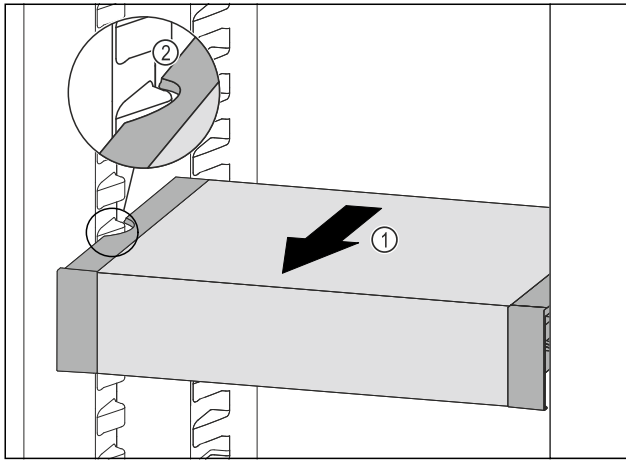

Fig. 128
- ▶ VarioSafe naar voren trekken Fig. 128 (1), tot de uitsparingen aan de zijkant van de VarioSafe zich ter hoogte van de rib in het koelgedeelte bevinden. Fig. 128 (2)